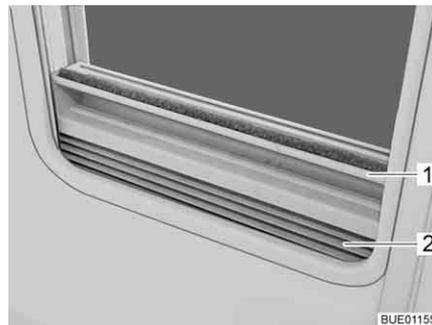

Fig. 31 Estor plegable
- Cerrar:* ■ Sujetar el estor plegable (Fig. 31,2) por el centro del agarradero (Fig. 31,1), tirar de abajo a arriba y soltarla a la altura deseada. El estor plegable se queda fijo a esta altura.